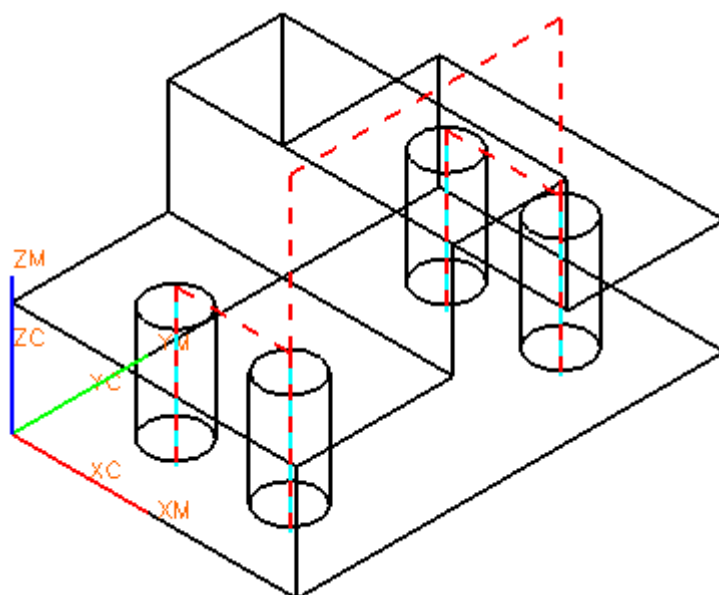

图 7-27
- 单击循环下拉菜单，选择标准钻循环，当出现指定循环参数组对话框时，单击 OK 打开 Cycle 参数设置对话框，单击 **Depth**，选择穿过底面，单击 OK，如图 7-27 所示，再单击 OK，结束循环参数设置。